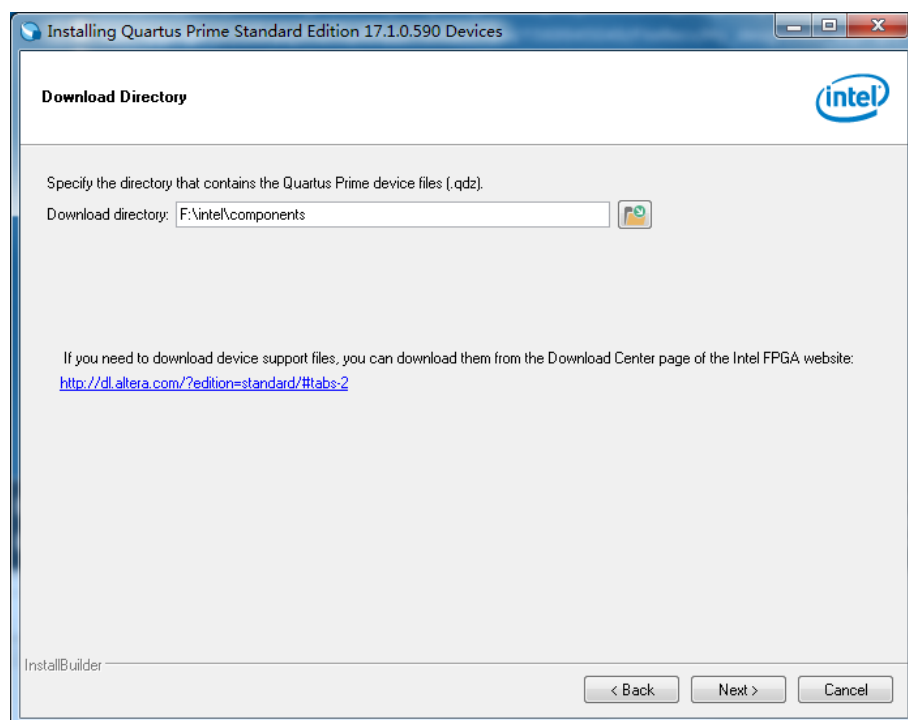

图 2.3.6 选择器件目录
(2) 将目录定位到下载的器件包文件目录，即存放 .qdz 文件的目录，点击 Next，如图 2.3.6 所示。